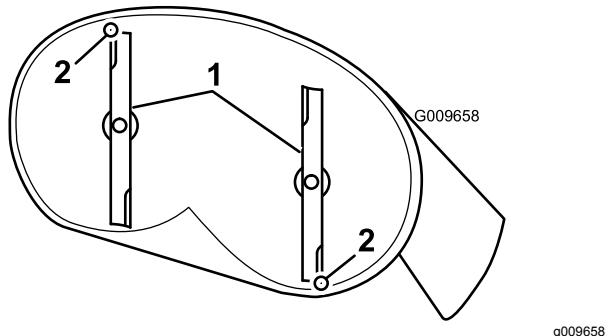
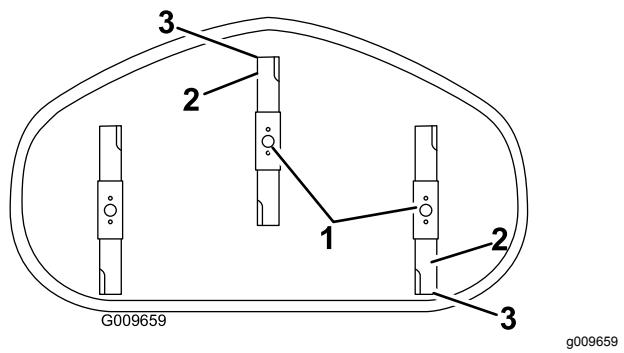

Figure 71
Figure 72
4. Faites pivoter les lames avec précaution pour faire passer les pointes avant à l'arrière (Figure 71 et Figure 72).
5. Mesurez la distance entre la pointe de la lame avant et la pointe de la lame arrière par rapport à la surface plane (Figure 71 et Figure 72).
9. Une fois le réglage effectué, vérifiez à nouveau l'inclinaison avant/arrière des lames ; continuez d'ajuster l'écrou jusqu'à ce que la pointe avant de la lame soit de 1,5 à 8 mm plus bas que la pointe arrière (Figure 71 et Figure 72).